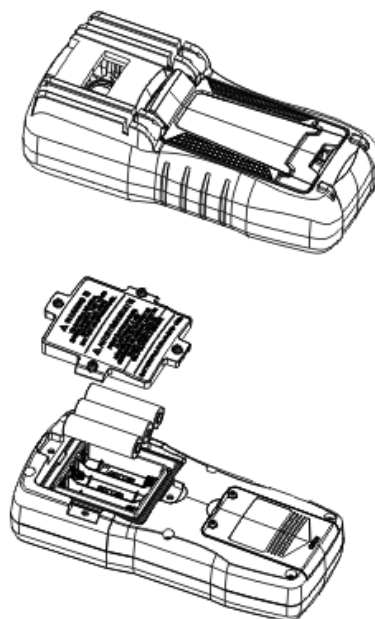

Рисунок 17
2. Замена батарей (рисунок 17)